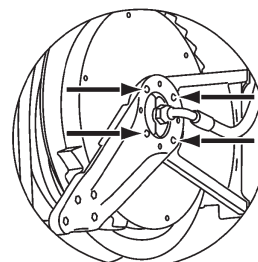

FIG 5.
3. Unscrew the fixing screws (Fig. 5).
3. Ta bort skruvarna som håller styrarmen (Fig. 5).